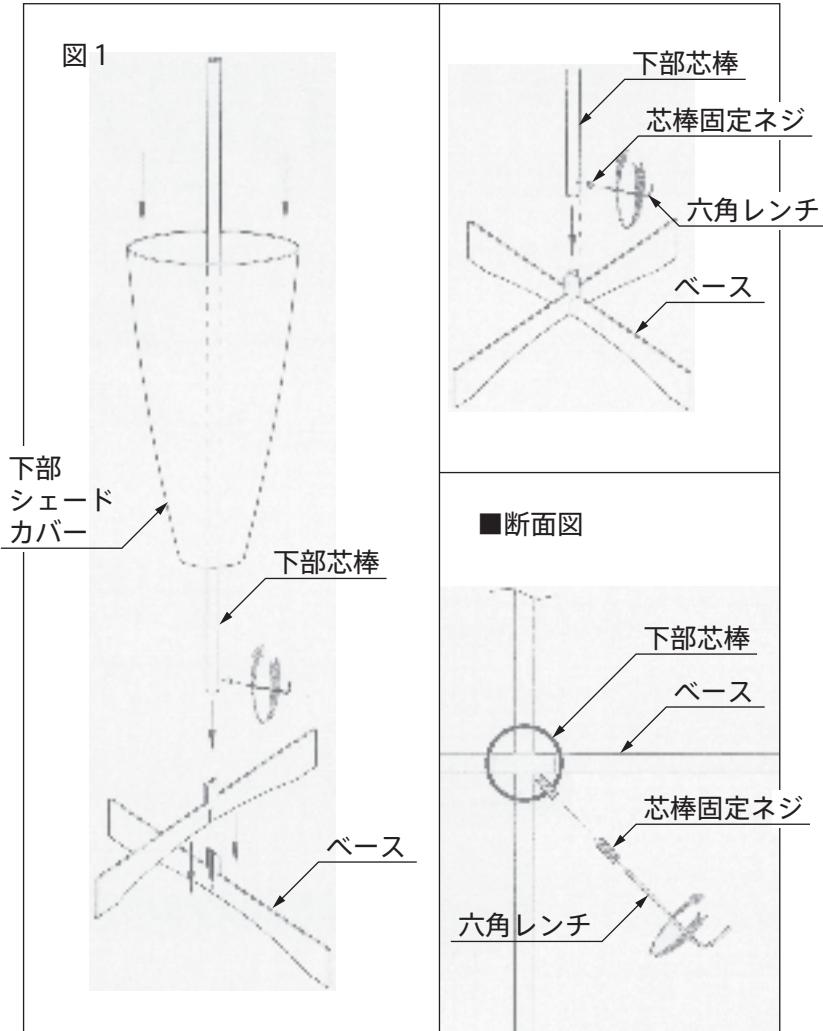

図2
4. 上部芯棒を下部芯棒に差し込み、六角レンチを使用し、芯棒固定ネジにて固定します。 (図 2)
5. ソケットに電球を取り付けます。 (図 2)